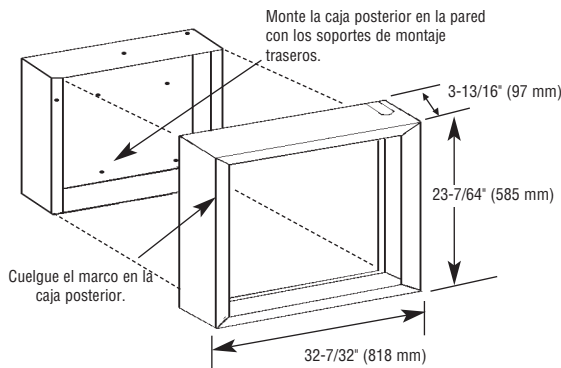

Figura 3: Instalación del marco para montaje sobre superficie
Instalación de la caja posterior con el marco para montaje sobre superficie (vea la figura 3)
9. Coloque cuidadosamente el marco para montaje superficial sobre la caja posterior verificando que los bordes traseros del marco seguro estén al ras con la pared terminada (vea la figura 3).